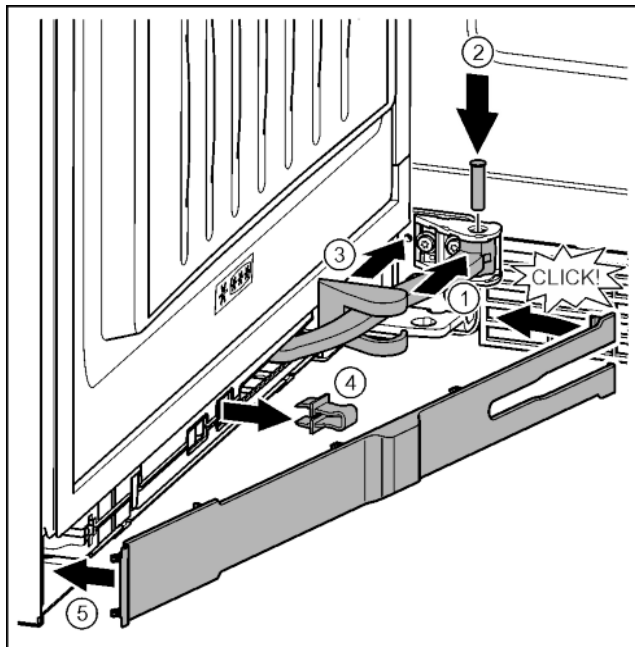

Fig. 37
- ▶ Повернуть шарнир в навеске. Fig. 37 (1)
- ▶ С помощью отвертки T15 вставить палец в навеску и шарнир. При этом следить за тем, чтобы выступ фиксатора занимал правильное положение в пазу. Fig. 37 (2)
- ▶ Переместить крышку опорного кронштейна вдоль шарнира и установить над навеской. Fig. 37 (3)
- ▶ Снять предохранитель. Fig. 37 (4)
- ▶ Установить накладку со стороны ручки и повернуть. Fig. 37 (5)